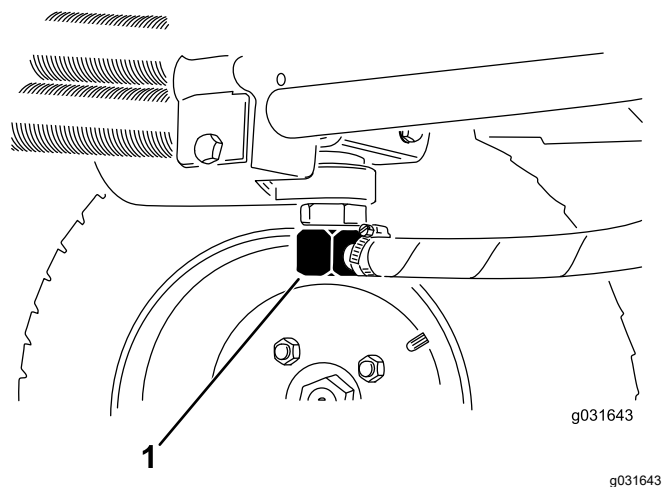
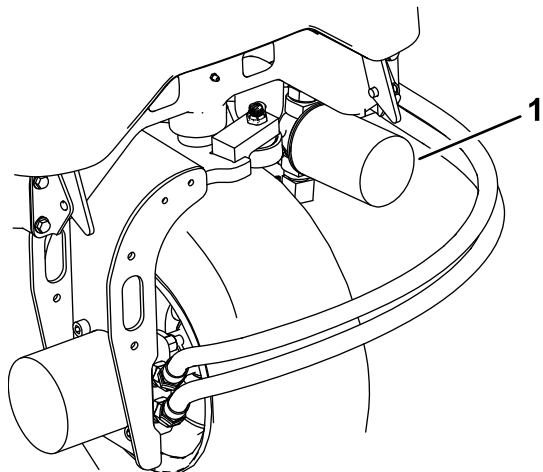

图 66
图 68
2. 断开液压管线与油箱的连接或卸掉液压油滤芯让液压油流入放油盘 图 68和图 66。
3. 液压油停止排出时安装液压管线 图 66。
3. 清洁滤芯安装区周围的区域在滤芯下面放置一个放油盘然后拆下滤芯 图 68。